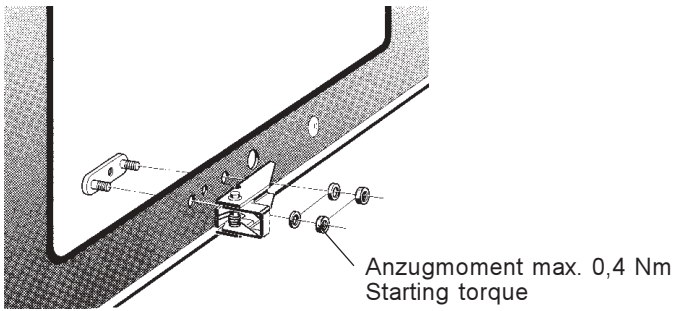

Fig. 20 Türverriegelung
8.1 Sperre gegen Öffnen der Schaltschranktür (Türverriegelung Fig. 20)
8.1 Interlock to prevent opening of cubicle door (door interlock Fig. 20)